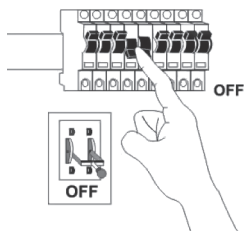

Bild 1
1. Bryt strömmen genom att slå av huvudsäkringarna innan installationen påbörjas (se bild 1).